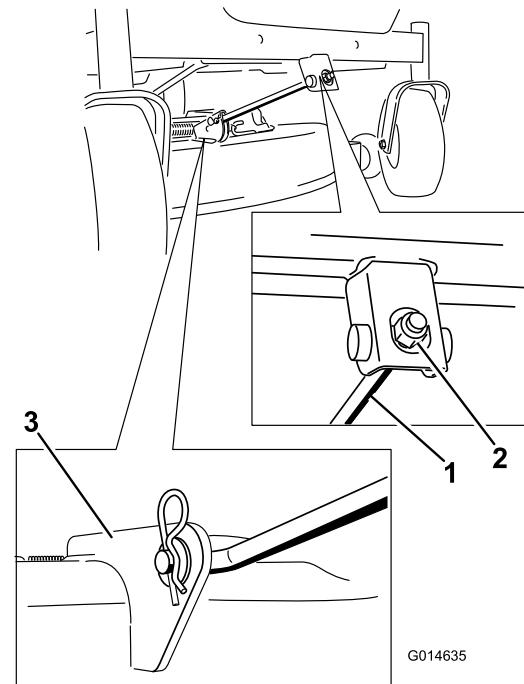

Figura 73
- 5. Rimuovete la cinghia dall'asta di supporto frontale e rimuovete l'asta dalla staffa del piatto di taglio (Figura 73).